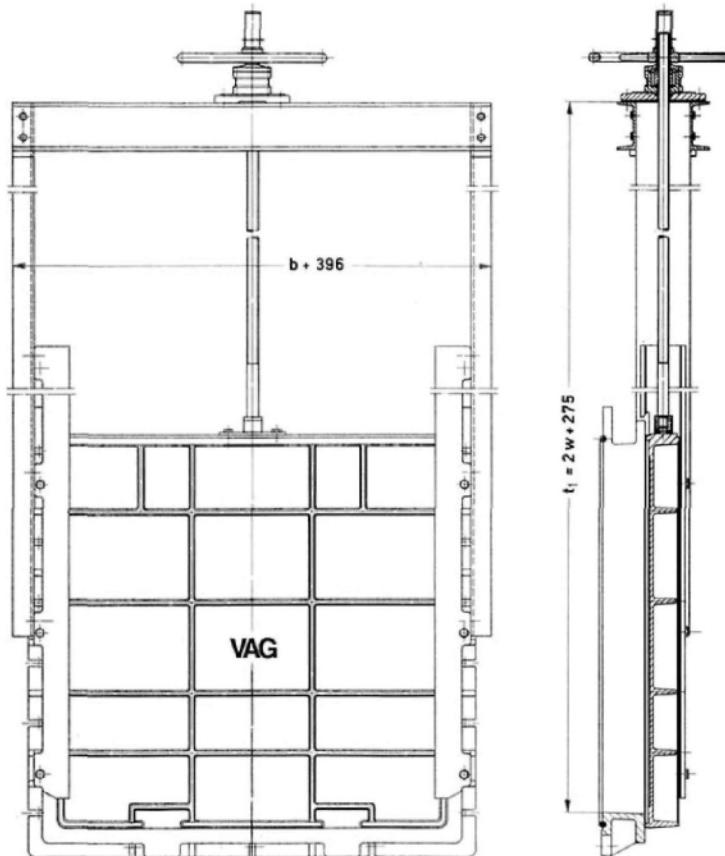

рис.27
- VAG AWA-CA поверхностный затвор с 3х-сторонним уплотнением для крепления на стену (рис.27)
- VAG AWA глубинный затвор с 4х-сторонним уплотнением для крепления на стену (рис.27)